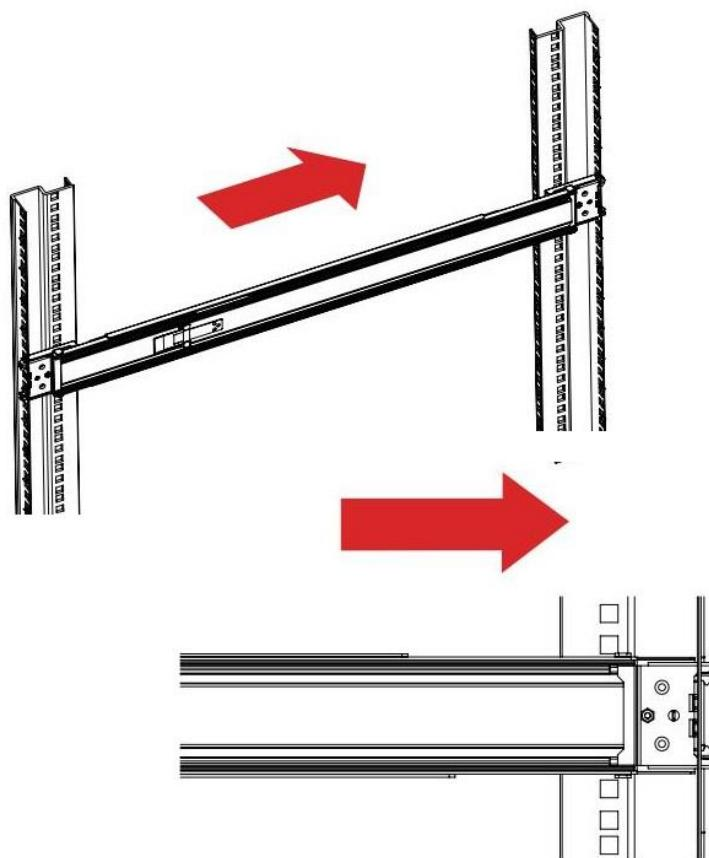

Рисунок 152. Установка рельса
4. Выровняйте задний конец рельса по горизонтали и защелкните на дальней стороне стойки, как показано на **Рисунок 152**.